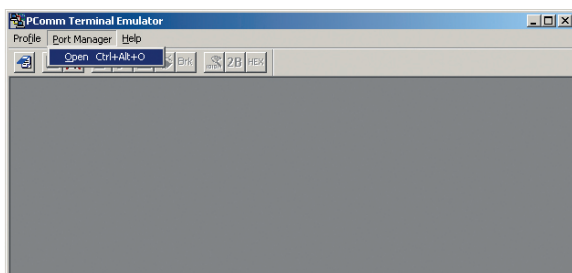

Рис. 33
5. Подключитесь к программатору – откройте вкладку «Port Manager», выберите команду «Open» (рис. 33).